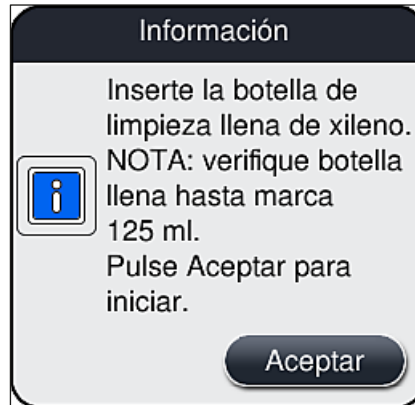

Fig. 102
10. A continuación, confirme el mensaje de información (→ Fig. 102) con **Aceptar**.